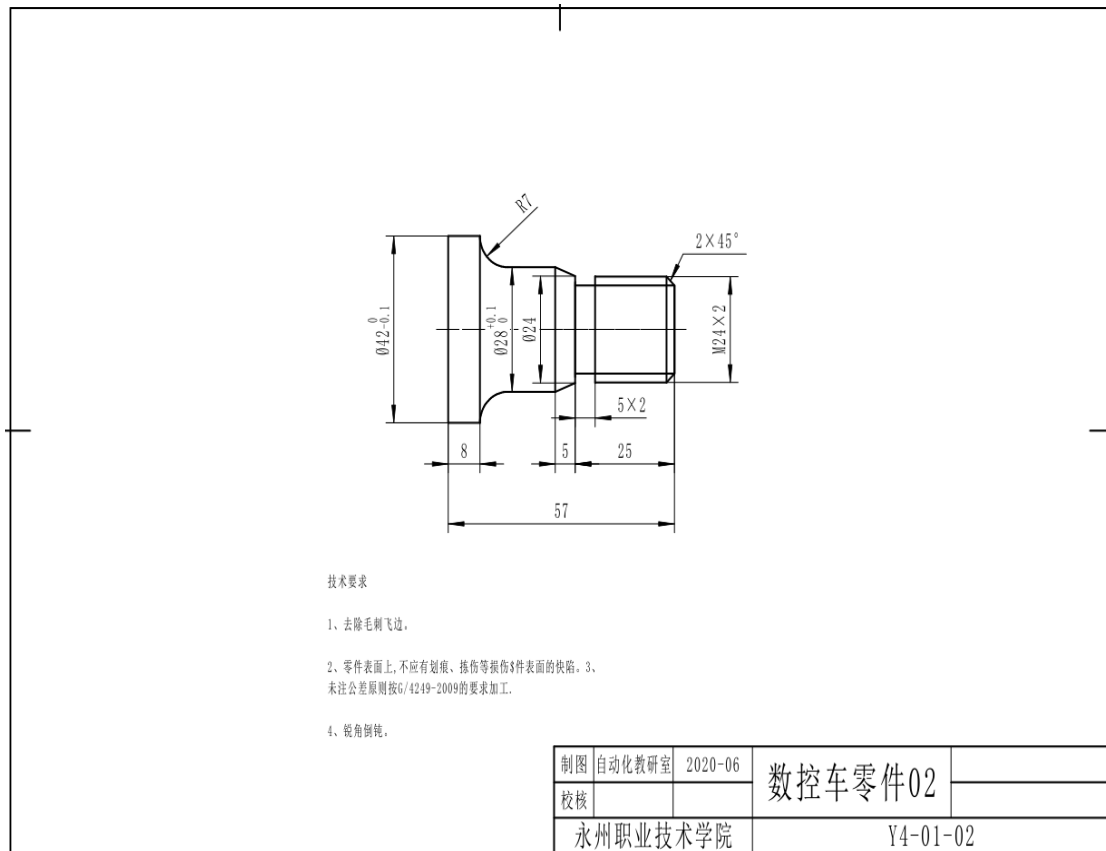

图 4-2 数控车零件 02
**任务 1:** 要求学生能按照相应的生产流程和作业标准完成图 4-2 零件的工艺编制, 并满足零件图的质量要求, 能正确填写相关工艺文件。
**任务 2:** 要求学生按照相应的生产流程和作业标准完成图 4-2 零件的加工，并满足零件图的质量要求。毛坯尺寸： $\phi 50 \times 70$  (单位 mm)，材料：2A12 棒材。